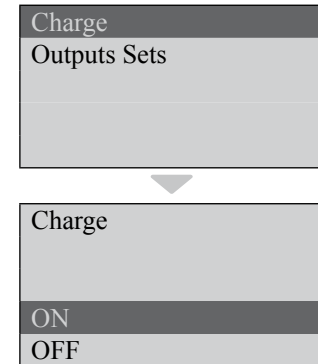

fig. 22 - Handmatig opladen
- - Met toets 4 of 6 "Uitgangen instellen" opzoeken (fig. 22);